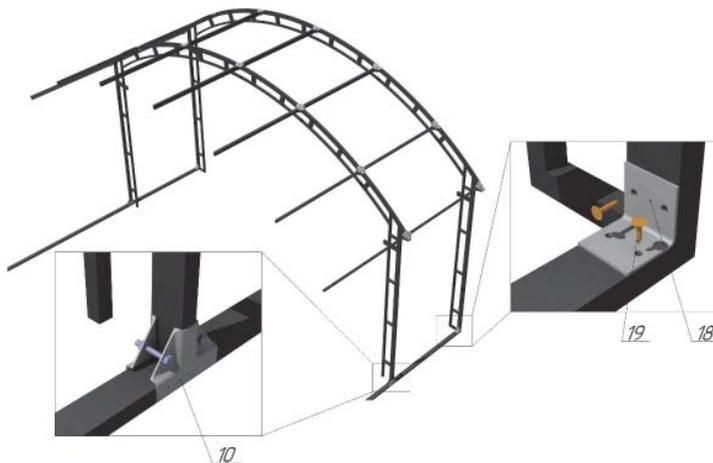

Рисунок 8
**14.** Устанавливаем и закрепляем получившуюся конструкцию на нижнее основание при помощи Крепление-спайдер «Т-образный» поз. **10** и уголков поз. **18** + саморезы потайные Ø3.9x19 поз. **19**. См. Рис.8.